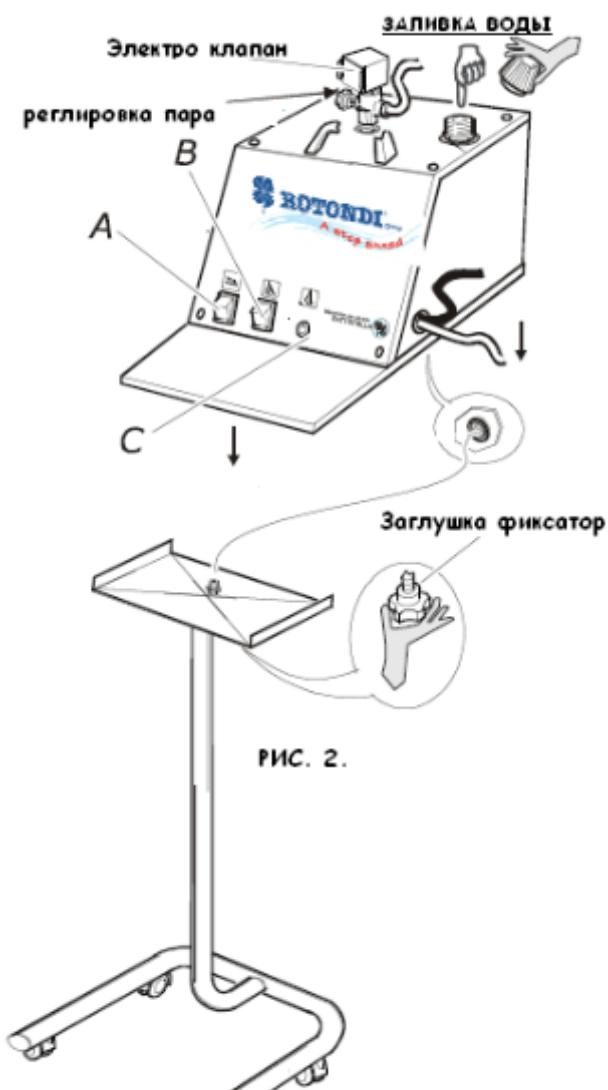

РИС. 2.
1. Открутите Аварийный клапан (рис.1) и заполните котёл водой (рис.2) на 2/3 объёма бойлера. Далее обратно заверните аварийный клапан, но не слишком туго, поскольку прокладка может повредиться.
3. Включите бойлер (рис.2 В) и утюг (рис.2А), установите термостат утюга (рис.3) в положение «Cotton» (Хлопок).
4. Подождите до тех пор, пока лампа работы котла не выключится (рис.2 С)
5. Нажмите 3-4 раза на красную кнопку микропереключателя на утюге (рис.4), так что пар начал выходить: данная операция должна осуществляться для разогрева труб внутри утюга. Таким образом, вы предотвращаете возникновение мелких капель конденсата внутри утюга. Регулировка пара обеспечивается поворотом по часовой или против вентиля электроклапана(рис.2).
В процессе глажки лампа котла периодично включается и выключается (рис. 2С).
5. Если вы работаете на доске без функции «вакуумного отсоса», иногда могут образовываться круглые пятна конденсата. Что бы обойти эту проблему, положите войлок под рабочее место и отрегулируйте колесико электроклапана на минимум.(рис.2)
Для этого выключите питание парогенератора, и не много погодя выкрутите аварийный клапан (рис.1)на 360° ,затем ждите пока пар не выйдет полностью. Отвинтите клапан с осторожностью, и подождите несколько минут. Затем заполните котёл водой на $2/3$ объёма (рис.2). Закрутите аварийный клапан и ждите, пока лампочка бойлера не потухнет. (Рис.2 С) Теперь устройство снова готово к работе. Внимание! Парогенератор всегда должен быть в горизонтальной плоскости.